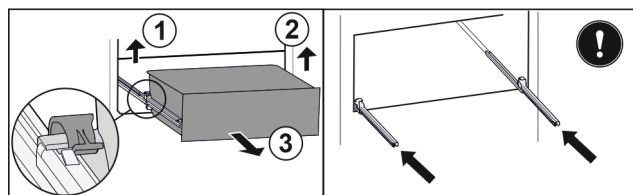

Fig. 197
- ▶ Zvedněte levou svorku a současně vytáhněte zásuvku vlevo dopředu. Fig. 197 (1)
- ▶ Zvedněte pravou svorku a současně vytáhněte zásuvku vpravo dopředu. Fig. 197 (2)
- ▶ Vyjměte zásuvku dopředu. Fig. 197 (3)